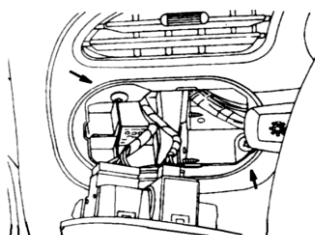

Рис. 2
- 8) Снимите панель регулировки фар (вытолкнув ее рукой из под торпеды), отсоедините разъёмы. Открутите два шурупа, смотрите рис. 2.